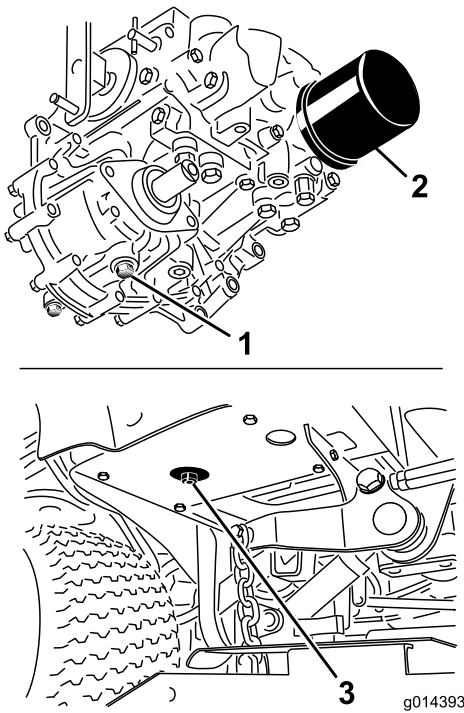

图49
3. 在液压油箱和变速箱下放一个大放油盘拔出排油塞排出所有液压油图49。
4. 清洁液压油过滤器周围的区域然后取下过滤器 图49。